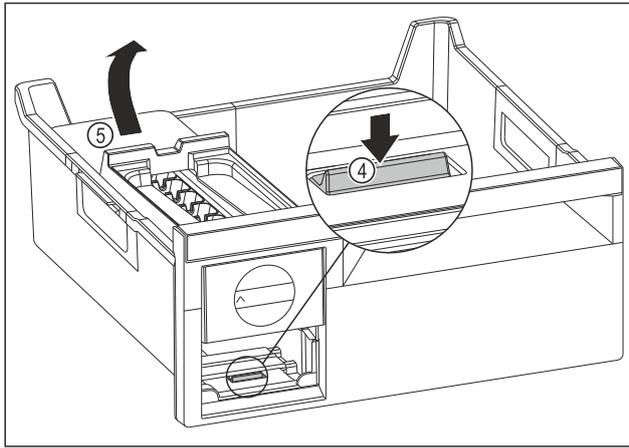

Fig. 96
- ▶ EasyTwist-Ice-Korpus entnehmen: Lasche Fig. 96 (4) mit Finger nach unten drücken und gleichzeitig mit der anderen Hand den EasyTwist-Ice-Korpus Fig. 96 (5) von hinten anheben.